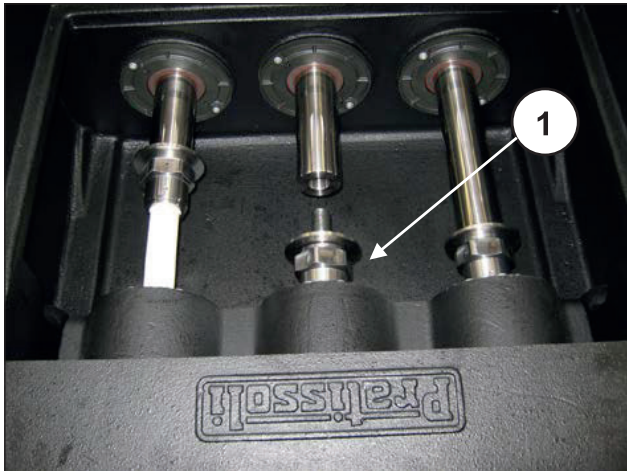

图 165
拧松活塞并将之从杆中逐一抽出，并将它们靠近各自缸套（①，图 165）。